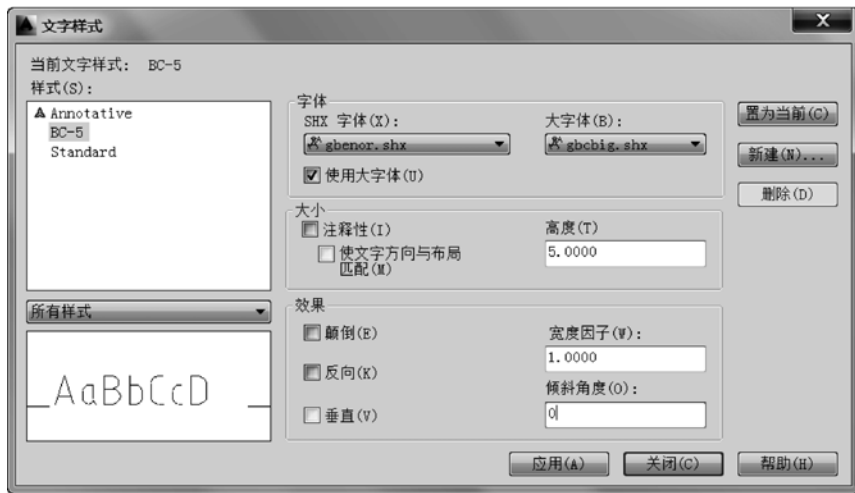

图 8-3 创建新文字样式
3) 设置文字样式。在“格式”菜单中选择“文字样式”命令, 或者在“样式”工具栏中单击“文字样式”按钮, 打开“文字样式”对话框。利用“文字样式”对话框创建符合国家标准的所有文字样式, 例如单击“新建”按钮来新建一个名为“BC-5”文字样式, 设置其“SHX 字体”为“gbenor.shx”, 选中“使用大字体”复选框, “大字体”为“gbcbig.shx”, 字体“高度”为“5”, 其他设置如图 8-3 所示。